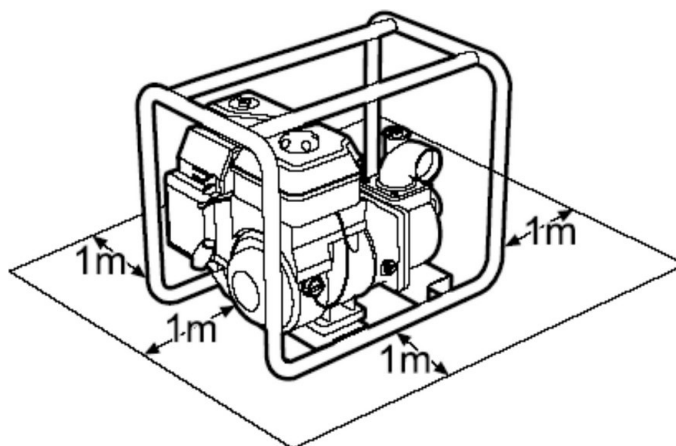

FIG. 6 — Distance minimale de 1 m autour de la motopompe
- 3) Pendant le fonctionnement, maintenez la motopompe à au moins 1 m des bâtiments, des murs et des autres équipements (FIG. 6), et ne placez pas de matières inflammables à proximité.